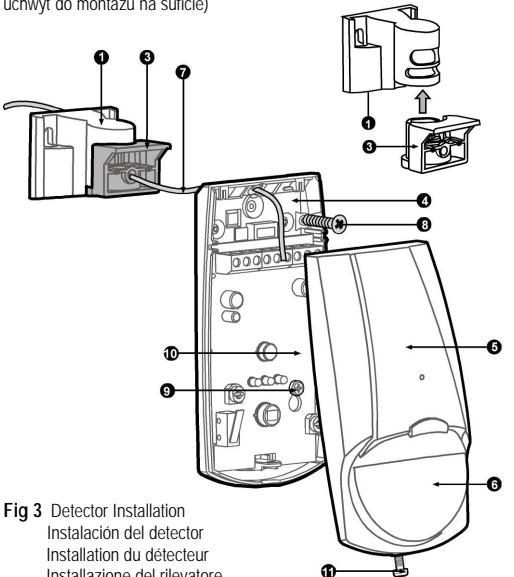

Fig3 Detector Installation
5. Mount the detector base to the wall, corner or ceiling. (For option with bracket install bracket Fig.1, Fig.3) At least 2 screws 3x30mm must be used.
5. Montez la base du détecteur au mur, dans un angle ou au plafond. (Pour l'option avec le support, installez le support Fig.1, Fig.3) Au moins 2 vis 3x30 mm doivent être utilisées.